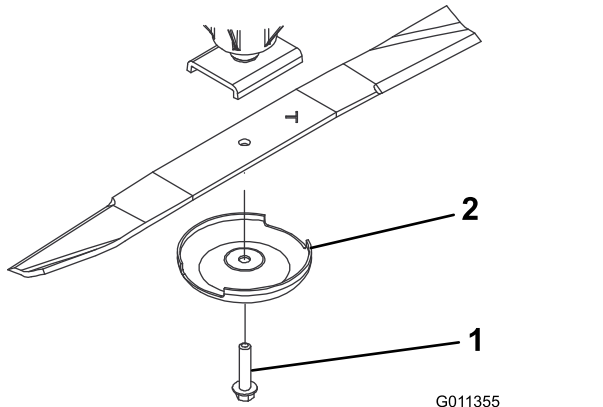

Bild 83
2. Halten Sie das Ende des Messers mit einem stark wattierten Handschuh oder wickeln Sie einen Lappen um es herum. Entfernen Sie die Messerschraube, die Antiskalpierkuppe und das Messer von der Spindelwelle (Bild 83).
3. Setzen Sie das Messer (der Flügel sollte zum Mähwerk zeigen) mit der Antiskalpierkuppe und der Messerschraube ein (Bild 83). Ziehen Sie die Messerschraube is auf 115-149 N·m an.